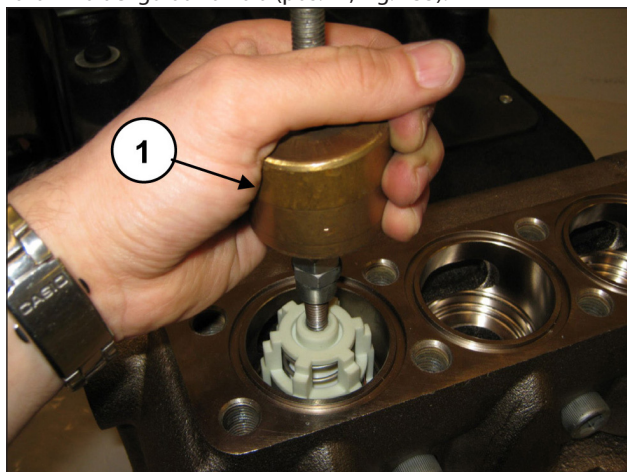

Fig. 135
Estrarre il gruppo valvola mandata mediante l'utilizzo di un estrattore a massa battente (cod. 27516400) da applicare al foro M10 del guida valvola (pos. ①, Fig. 135).